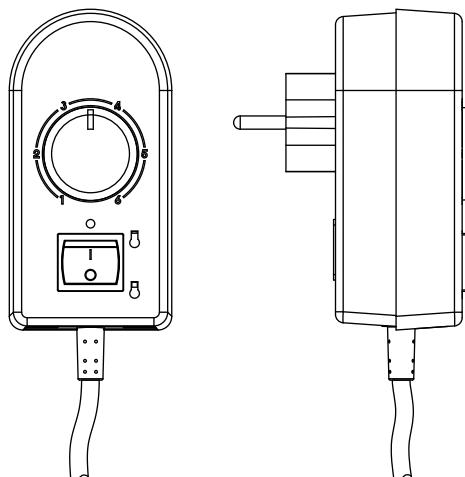

Abb.2
**Der Regler R10A ist in der Steckdose stets in senkrechter Stellung anzubringen**, so dass die Kabelausführung aus dem Regler stets nach unten austritt (siehe Abb. 2). Eine andere Arbeitsposition des Reglers ist nicht zulässig.